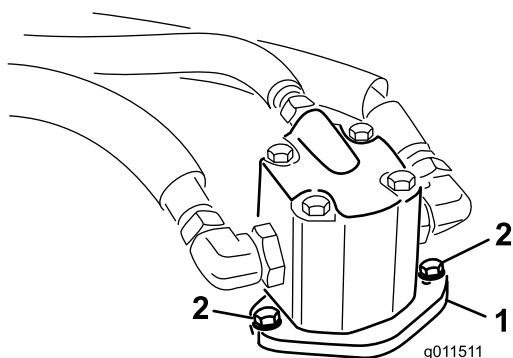

Figura 73
4. Rimuovete i bulloni che fissano il motore idraulico al piatto di taglio (Figura 73).